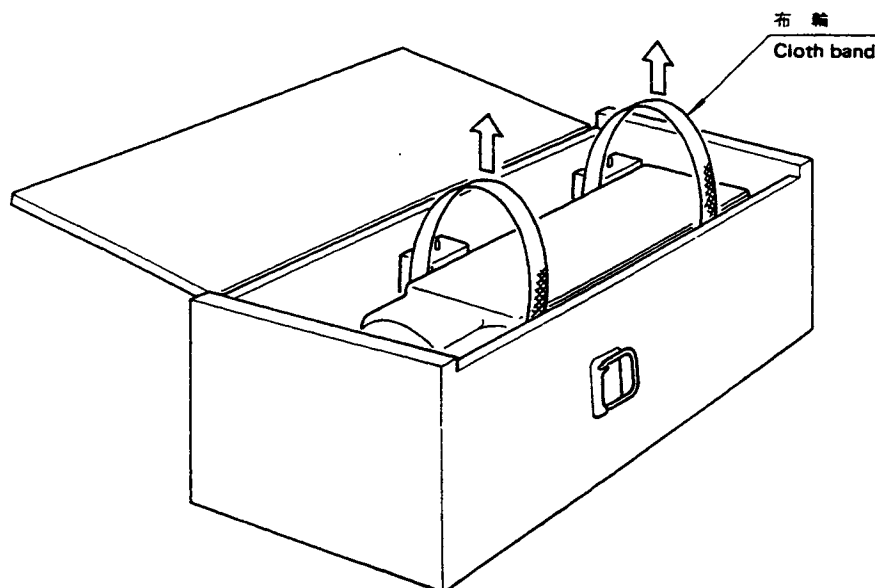

Fig. 1
- ハイトマスタ本体を格納箱から出す場合、Fig.1のように、本体引き出し用の布輪を両手に持ち、左右均等に持ち上げるようにして下さい。